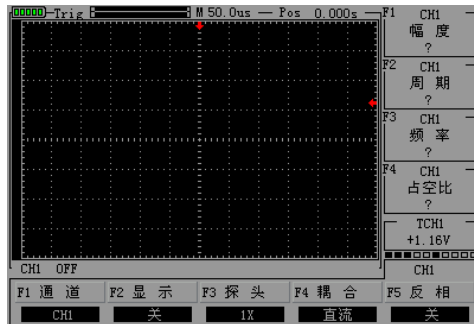

图 2-8 设置波形不显示
- 按“CH1” → “F2”，设置 CH1 通道显示不波形。如图 2-8